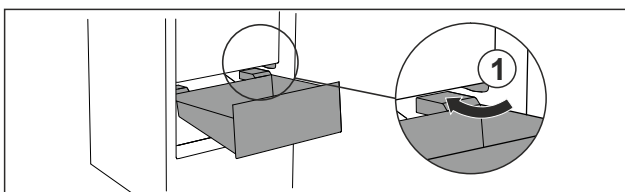

Fig. 87
- ▶ Introducir el cajón inclinado rodeando los topes *Fig. 87 (1)*.